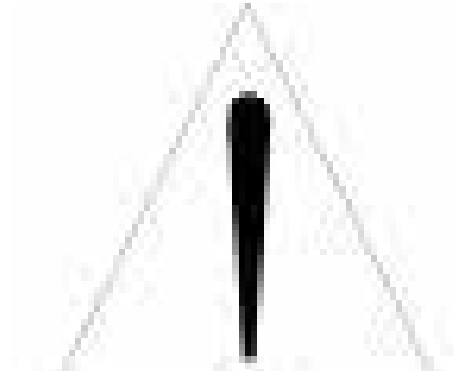

Bild 6.3 - Motor auf metallische Basis aufgestellt
- Metallische Basis: allgemein werden metallische Basen zur Aufstellung von kleineren Motoren verwendet (siehe Bild 6.3).